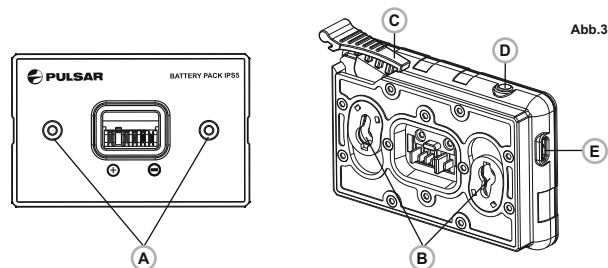

Abb.3
- Setzen Sie die Akkumulatorenbatterie in das Ladegerät ein, indem Sie die Zapfen **(A)** der Batterie in die Schlitze **(B)** des Ladegerätes hineinstecken. Das Logo Pulsar auf der Batterie soll sich dem Griffhebel nah befinden, schnappen Sie den Griffhebel **(C)** ein **(s. Abb. 3)**